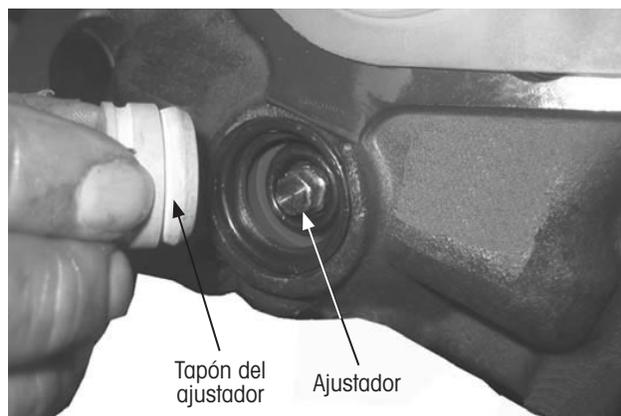

Figura 79: Remoción de tapón del ajustador
1. **Remueva** el tapón del ajustador (Figura 79).